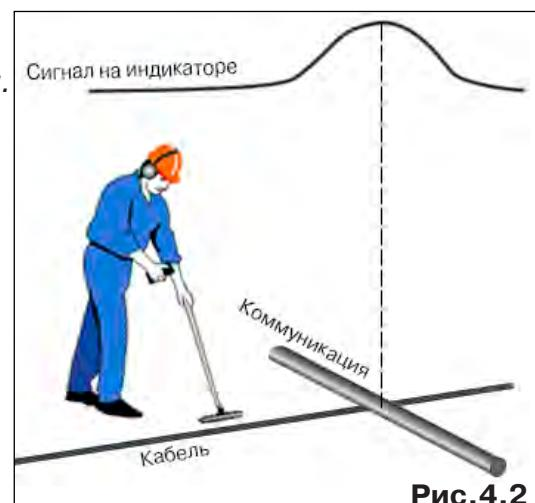

Рис.4.2
3. Расположить корпус электромагнитного датчика над трассой кабеля параллельно трассе (уровень сигнала на индикаторе приемника будет близок к нулю) (рис.4.2). Провести трассоискание в соответствии с методом максимума. При прохождении по трассе место пересечения кабеля с коммуникациями определяют по максимальному сигналу.